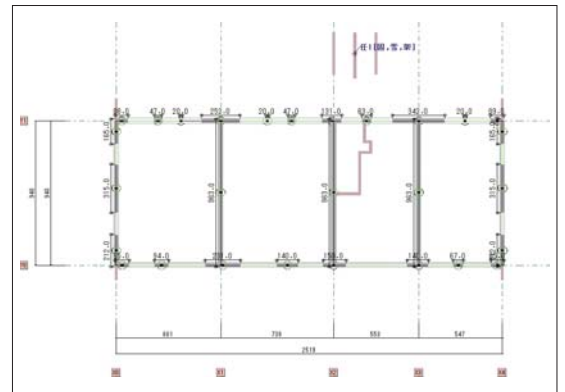

図4 モデル化伏図表示例
- ・開口と開口で挟まれた壁の部分は壁柱に置換し、壁ばりも指定された構造階高で線材に置換します。線材への置換はモデル化条件の指定により自動的にを行います(図4,5)。